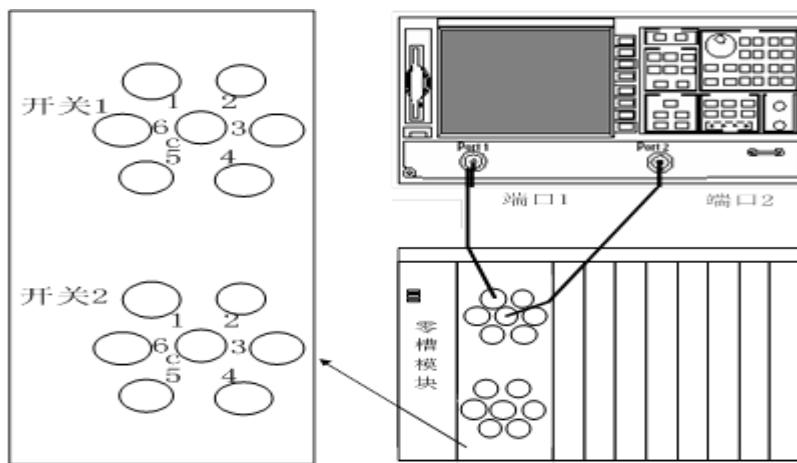

图 7.1 插入损耗测试框图
- 步骤 4.** 矢量网络分析仪校准完成后如图 7.1 实线所示连接系统，首先连接开关 1，同时通过开关软面板设置开关 1 的 1 打通，设置 S21 或 S12 参数的测试扫描完成一次后即保持，观察此时显示的 S21 或 S12 的对数幅度测试曲线，通过设定光标找出最差值，该值即为开关 1 的 C 和 1 之间的差损，将测量结果记录于附表中。